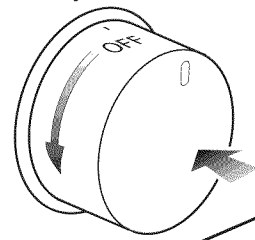

Fig. 3.3 Bouton de commande du four
2) Appuyez complètement sur le bouton de commande du four (les électrodes d'allumage commencent à faire des étincelles), et tournez-le dans le sens antihoraire (fig. 3.3), jusqu'à la position maximale 8.